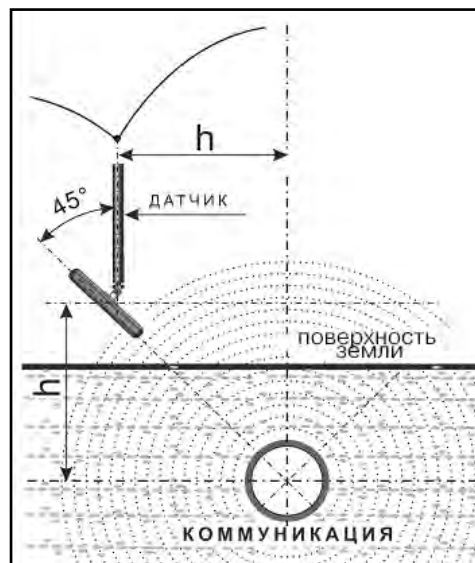

Рис.8.1
2. При положении датчика ЭМД перпендикулярно трассе и под углом 45° к поверхности земли минимум сигнала наблюдается на удалении от точки «над трассой», равном глубине залегания коммуникации, когда ось антенны пересекает ось трассы. Это - косвенный метод измерения глубины залегания коммуникации (рис.8.1).